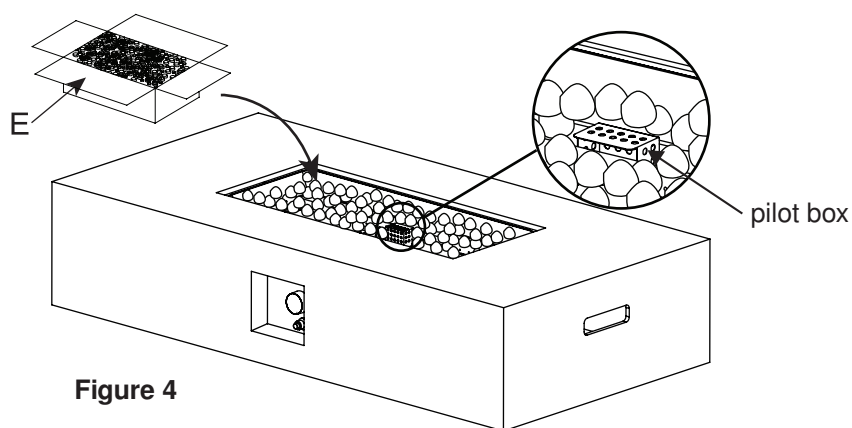

Figure 4
5. Versare le pietre laviche (E) nella ciotola del braciere (B) (vedi Figure 4).